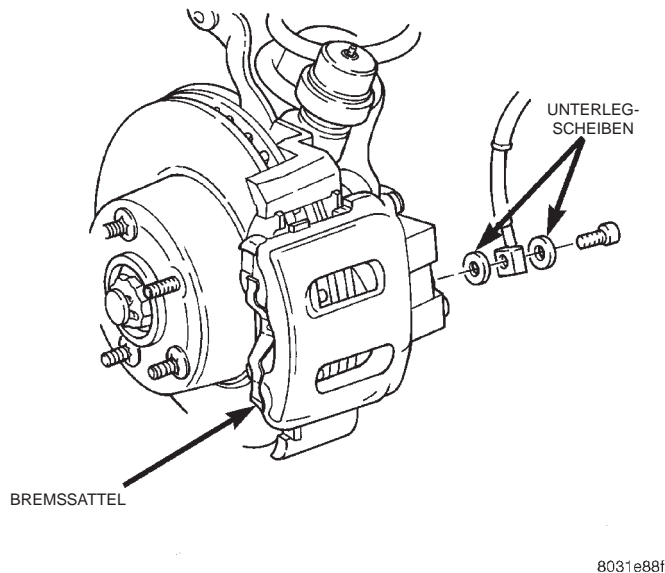

Abb. 27 Bremsschlauch und Schraube
- (5) Befestigungsschraube des Bremsschlauchs entfernen und Unterlegscheiben entsorgen (Abb. 27).